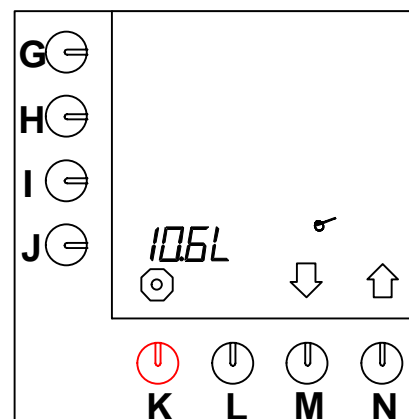

Fig. 30 Total mängd vatten
- När chefskoden har förts in visas fig. 30 på displayen.